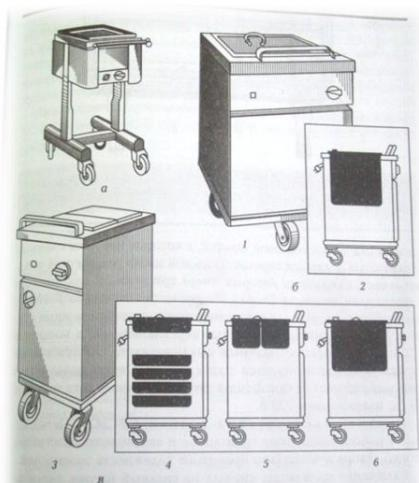

Рис. 14.5. Марmitы электрические передвижные:
5. Марmitы передвижные электрические МЭП-6, МЭП-20, МЭП-28, МЭП-35, МЭП-60 (рис. 14.5) имеют то же назначение, устройство и принцип действия передвижных марmitов, что и стационарные.